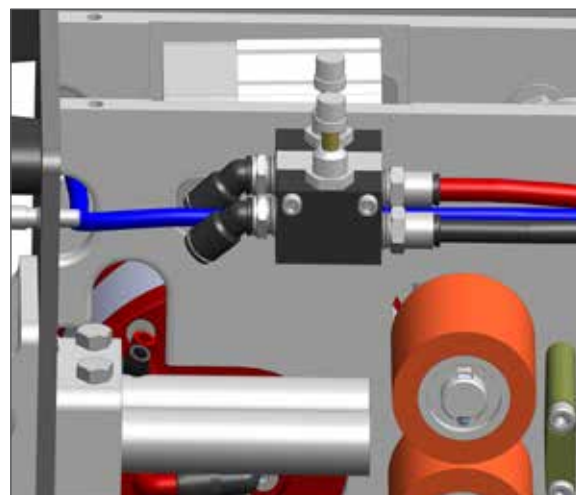

ABBILDUNG 2
2. Schließen Sie die 3 Luftschläuche (blau, rot und schwarz) wieder in die Steckmuffen auf der Unterseite des Luftverteilers ein. **(Abbildung 2).**
Schneiden Sie exakt 5,08 cm von dem Ende des roten Schlauchs und 7,62 cm vom Ende des schwarzen Schlauchs ab. **(Abbildung 2)**.